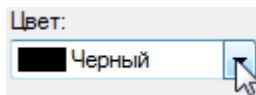

Рисунок 353.
1. Раскройте выпадающий список **Цвет** (Рис. 353), нажав левую кнопку мыши на треугольнике.